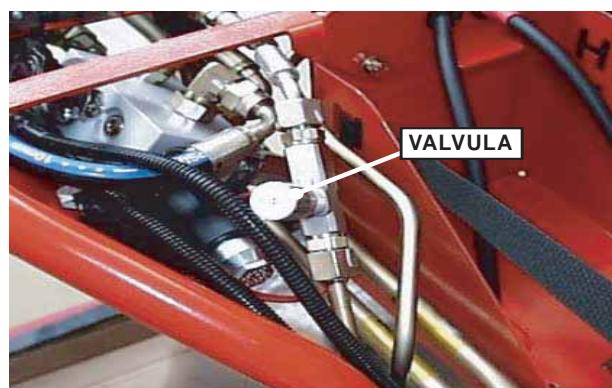

Fig. 8.4.3
4. Saque la válvula inferior de las unidades delanteras bajo la cubierta de la batería a la izquierda y después apriétela un giro completo (ver Fig. 8.4.3).
La válvula bajo la cubierta del motor (ver Fig. 8.4.3) ajusta el régimen de bajada de las unidades de corte delanteras.